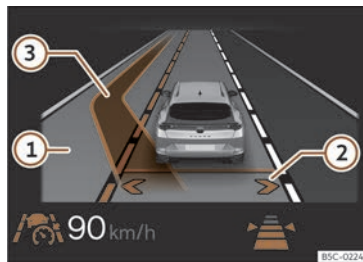

Fig. 150 Pe ecranul panoului de bord: afișaj asistent schimbare bandă (reprezentare schematică).
Acest lucru activează Lane Assist. Săgețile de pe banda proprie de pe afișajul panoului de bord sunt gri >>> **fig. 150 ②**
proprie. Săgeata de pe partea corespunzătoare a benzii este afișată în alb >>> **fig. 150**